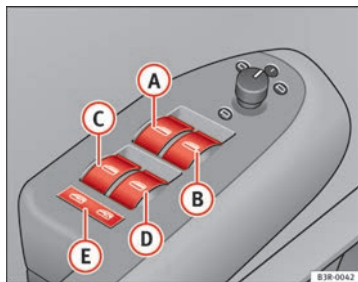

Fig. 79 Detalle de la puerta del conductor:
- (A) Conmutador ⇒ fig. 79 para la ventanilla de la puerta del conductor
- (B) Conmutador para la ventanilla de la puerta del acompañante
Con el interruptor de seguridad ⇒ fig. 79 **E** es posible desconectar los interruptores de las puertas traseras. Sólo cuando este interruptor está bajado será posible abrir y cerrar las ventanillas desde los asientos traseros.